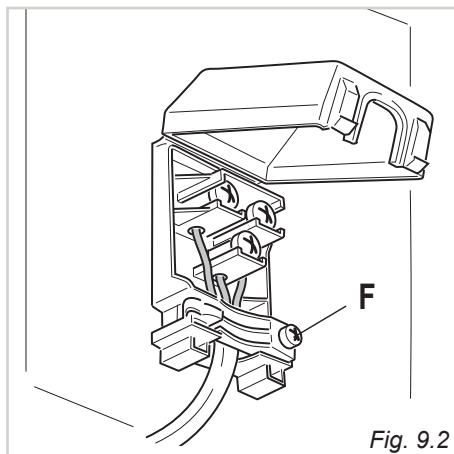

Fig. 9.2
- Aprire il fissacavo svitando la vite "F" (fig. 9.2), svitare le viti dei morsetti e togliere il cavo.